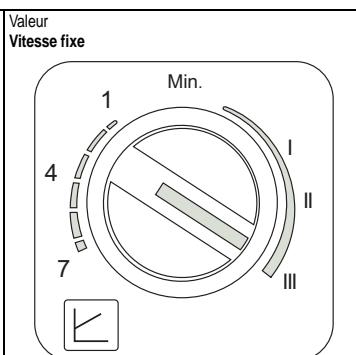

fig. 21
- Réglage Vitesse fixe (fig. 21)